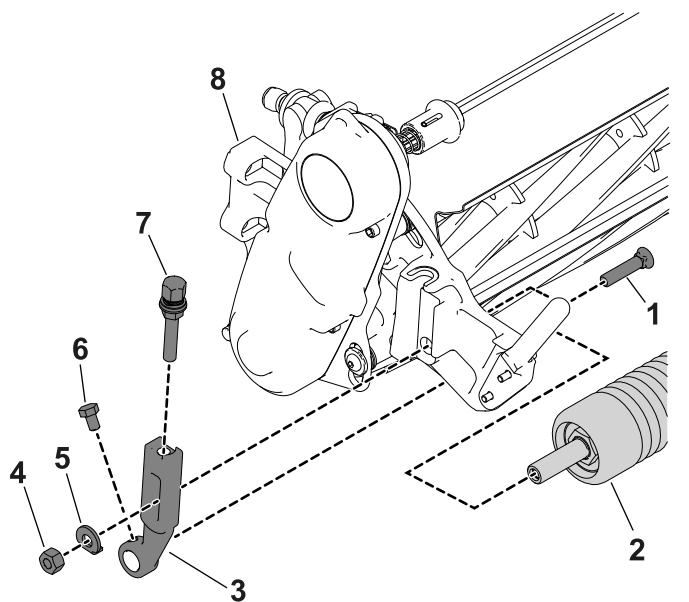

Рисунок 3
1. Снимите несущий болт, шайбу и фланцевую гайку, которые крепят один из рычагов высоты скашивания к боковой плите режущего блока (Рисунок 3).